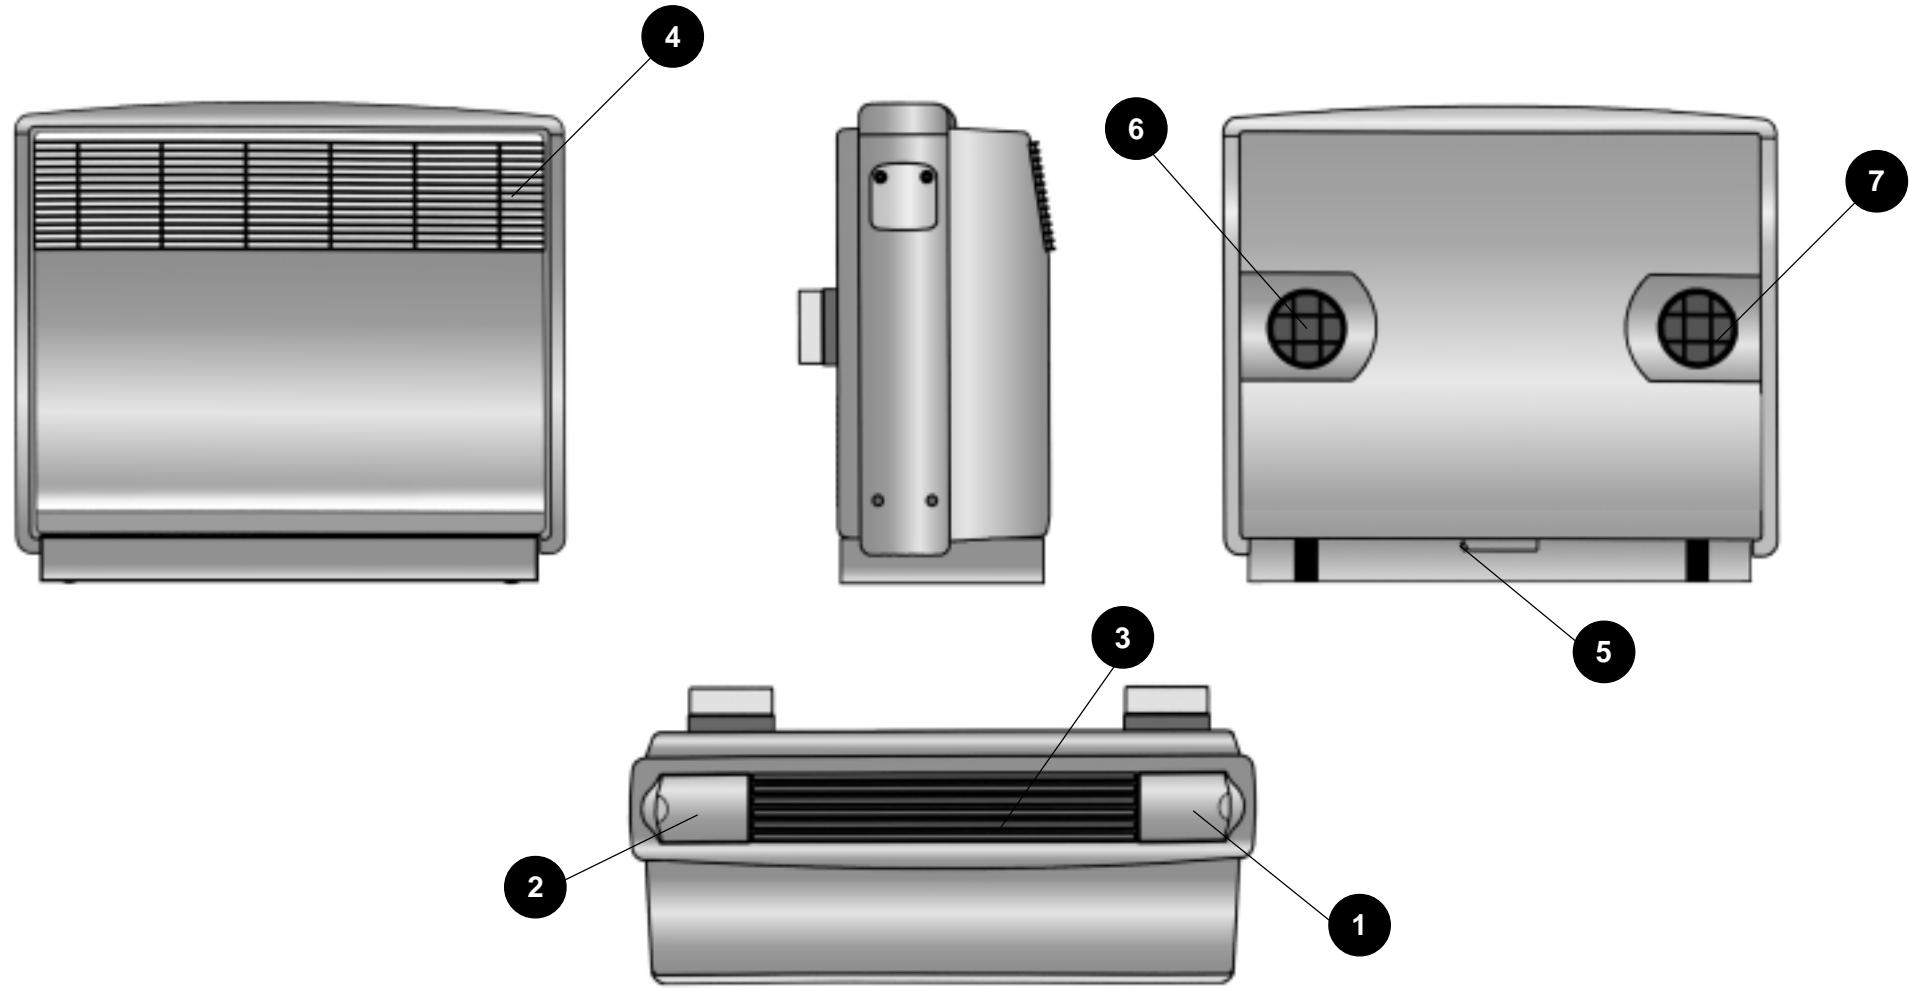

Fig. 1
- Asegúrense de que cortinas u otros objetos no obstruyen el filtro de aspiración (fig. 1 - 4).